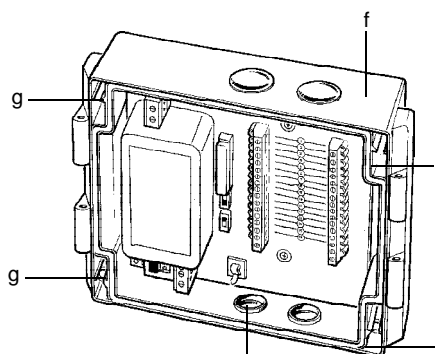

Fig.5
7. Bakstycket "f" kan monteras på väggen genom fyra snäpp-ut hål "g" och lämpliga fästen (Figure 5).